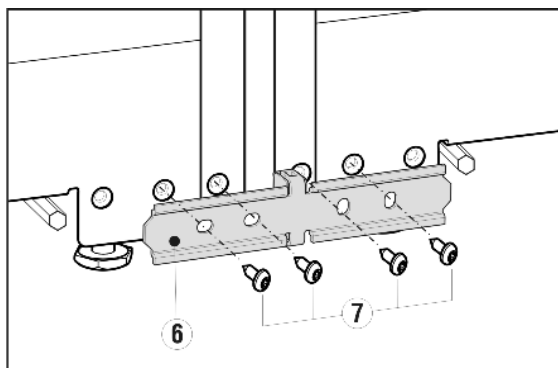
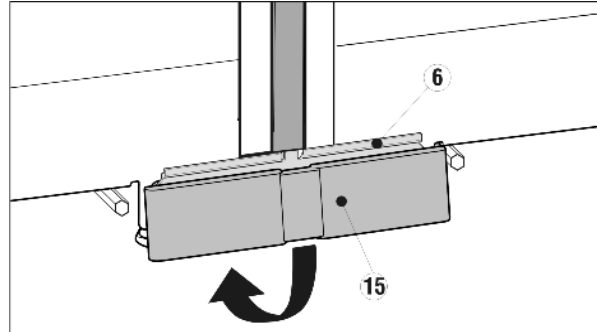

Fig. 12
Fig. 18
- Aproxime o nivele de nuevo los aparatos y, con los tornillos Fig. 12 (7) suministrados, atornille la escuadra de fijación Fig. 18 (6) para fijarla.
- Coloque la cubierta Fig. 18 (15) inferior del kit de accesorios desde arriba sobre la escuadra de fijación Fig. 18 (6) y encájela en la parte inferior.
- Vuelva a desenroscar las patas de ajuste centrales (A) hasta que toquen el suelo.